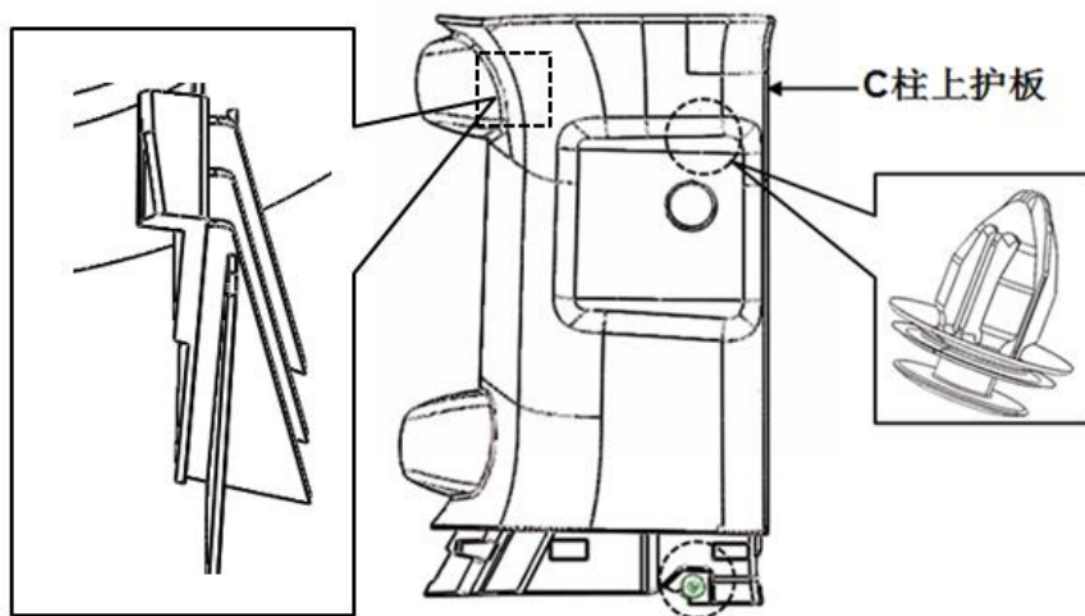

图1-17-7 C柱上护板拆卸
- (1) 先拆除安全带安装点，再使用缠有保护胶带的一字螺丝刀在图1-17-7 C柱上护板拆卸所示的卡扣处沿与钣金垂直的方向把塑料卡扣紧固点从钣金分离，再向上使卡脚脱开即可取下C柱上护板。
- (2)、按照与拆卸相反的顺序进行安装：注意如下事项：